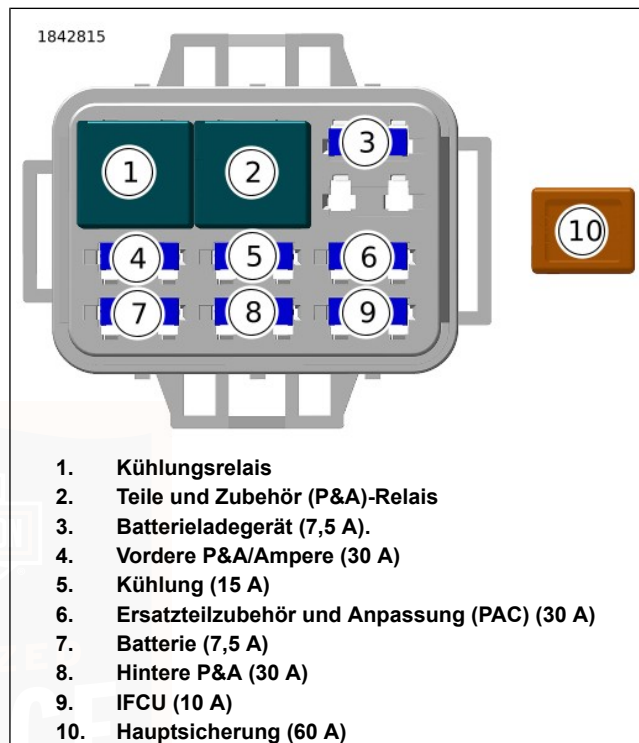

Abbildung 114. Identifizierung von Sicherungen und Relais
4. Siehe Abbildung 114. Die Sicherung entfernen und den Schmelzeinsatz überprüfen.